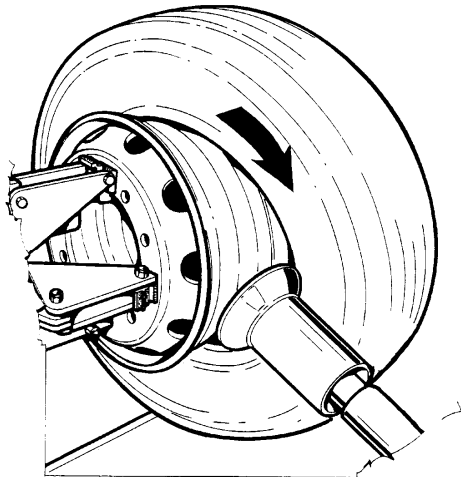

Fig.22
7. Das Spannfutter weiter in Drehung halten und dabei den Werkzeugschlitten nach außen fahren, bis die beiden Wülste aus der Felge geboben sind (Abb.21 und Abb.22).